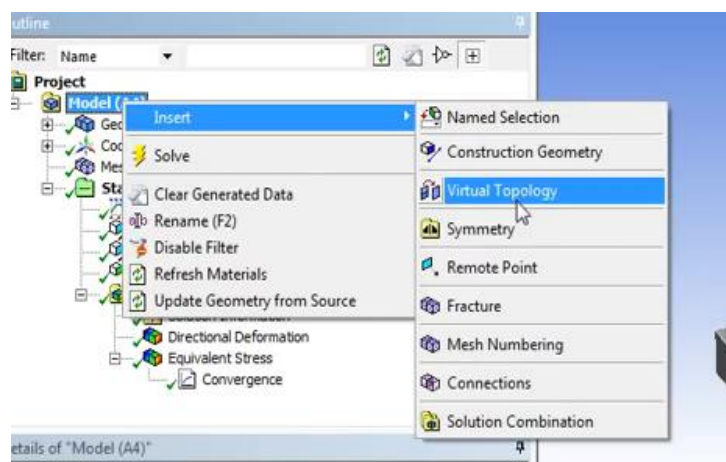

Рис. 13.
*Model* → *Insert* → *Construction Geometry* → *Insert* → *Path* → обрати грань початку → *Coordinate* → *Apply* → обрати грань кінця → *End* → *Apply* (рис. 13 – 15)